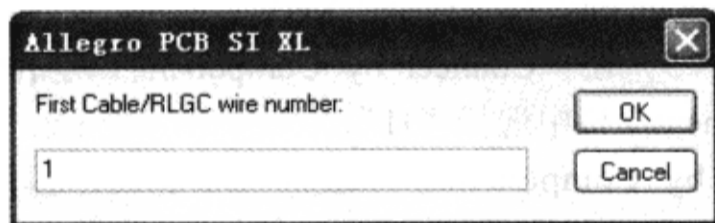

图 5-2-11 添加线号
(1) 在“System Configuration Editor”对话框的“Connections”部分选择 HIAPins 连接。
(2) 在“System Configuration Editor”对话框的“Connection PinMap”区域单击“Add Wires”按钮→在弹出对话框的“First Cable/RLGC Wire Number”栏输入“1”，如图 5-2-11 所示。